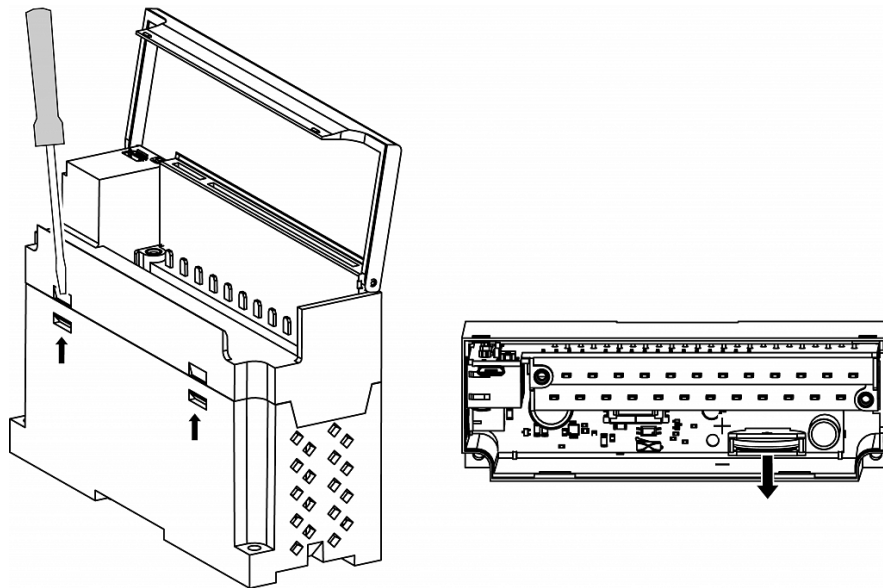

Abb. C.1 Batteriewechsel
- Entfernen Sie den vorderen Teil des Gehäuses, indem Sie die vier seitlichen Verriegelungen einzeln mit einem flachen Schraubendreher öffnen (Abb. C.1).